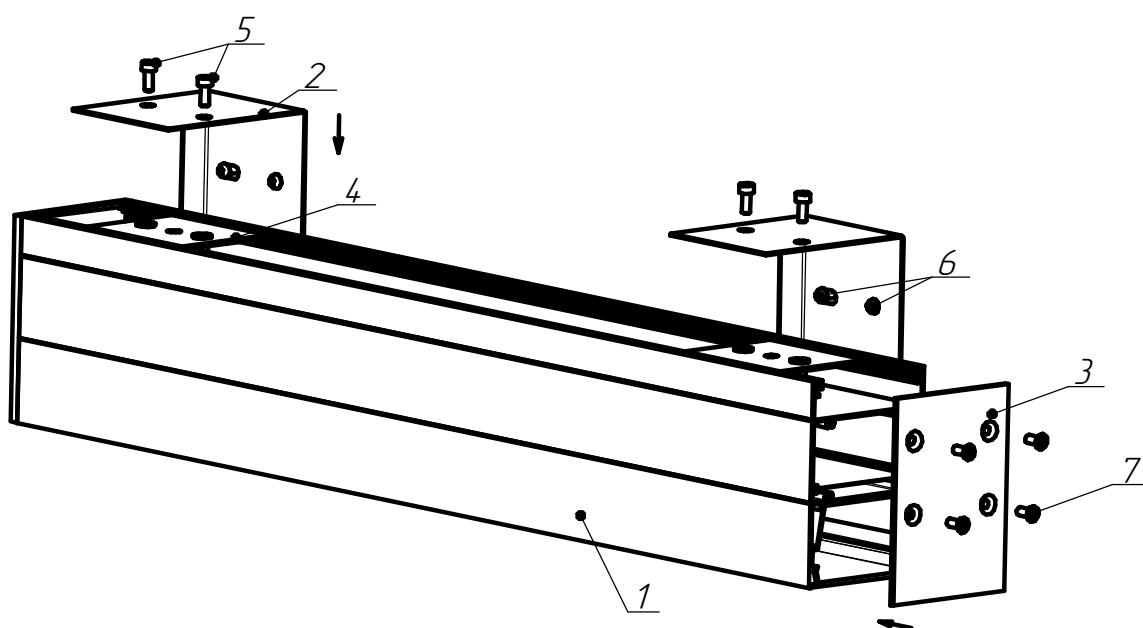

Рисунок 3 - Схема крепления светильников к стене
5.4. **Установка светильника на стену (см. рисунок 3, 3а).**
Рисунок 3а - Схема крепления светильников ДПО02 Up/Down к стене